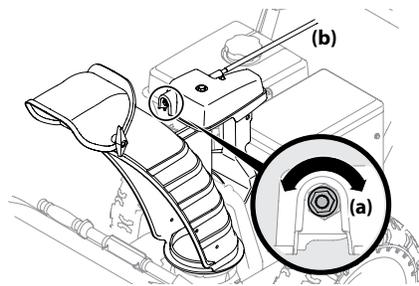

Figure 4-9
1. Pour augmenter la précharge, serrez l'écrou hexagonal (a) vers la droite à des intervalles d'un quart de tour. Il faut immobiliser la tige de commande de goulotte (b) lorsque vous serrez l'écrou. Voir Figure 4-9.